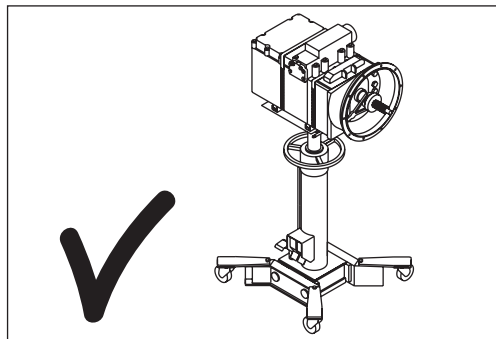

Рис. 3:
- центр массы груза располагается внутри базы подъемника и внутри зоны подъемной платформы (Рис. 3)